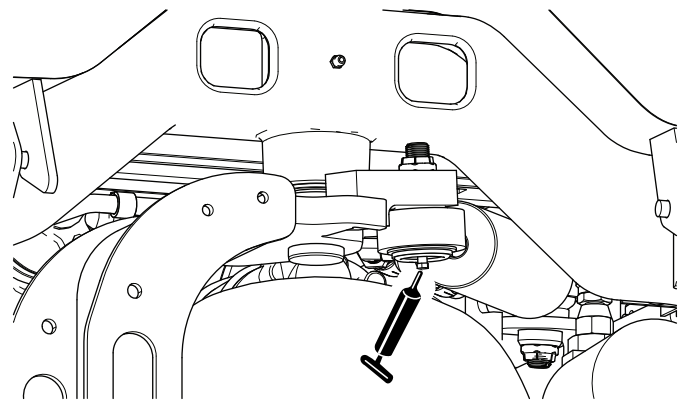

図 60
**注** ステアリングシリンダ反対側の端にグリス注入箇所を作ることができます。その場合、タイヤを外し、ニップルを付け、グリスを注入し、ニップルを外し、プラグを取り付けます 図 60。